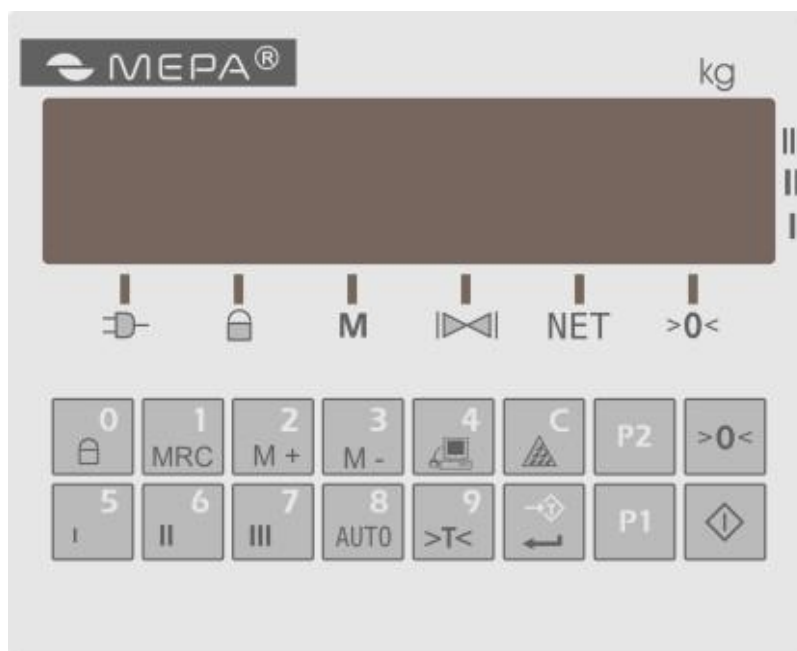

Рис. 12.1 – Лицевая панель ВТ-1А. Внешний вид
12.1 ОПИСАНИЕ КНОПОК И ИНДИКАТОРОВ, РАСПОЛОЖЕННЫХ НА ЛИЦЕВОЙ ПАНЕЛИ ВЕСОИЗМЕРИТЕЛЬНОГО ПРИБОРА ВТ-1А (рисунок 12.1), И ИХ ФУНКЦИОНАЛЬНОЕ НАЗНАЧЕНИЕ.